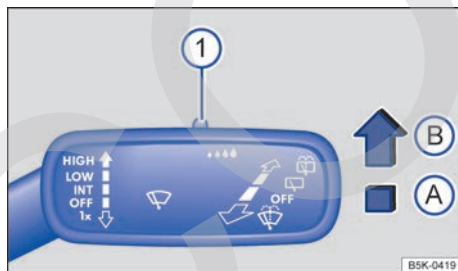

Fig. 122 En la palanca del limpiacrystal, en el lado derecho de la columna de dirección: ajuste del sensor de lluvia y de luz ①.
Presione la palanca hasta la posición deseada → **fig. 122**:
La sensibilidad del sensor de lluvia y de luz puede ajustarse manualmente con el mando → **fig. 122** ① situado en la palanca del limpiacrystal → ⚠️.